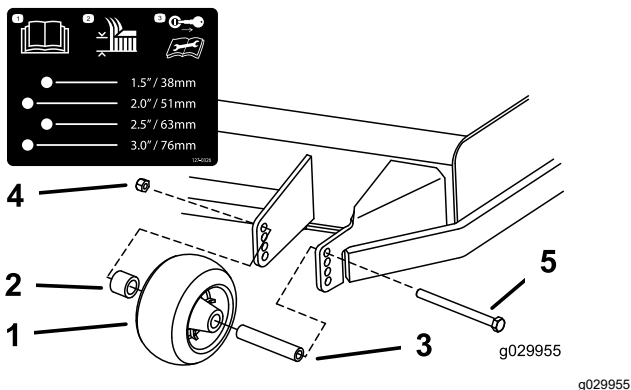
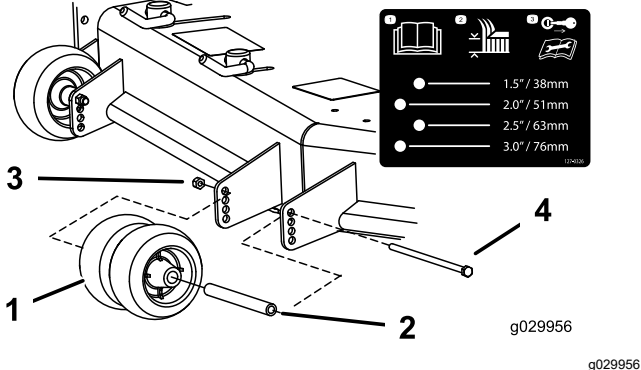
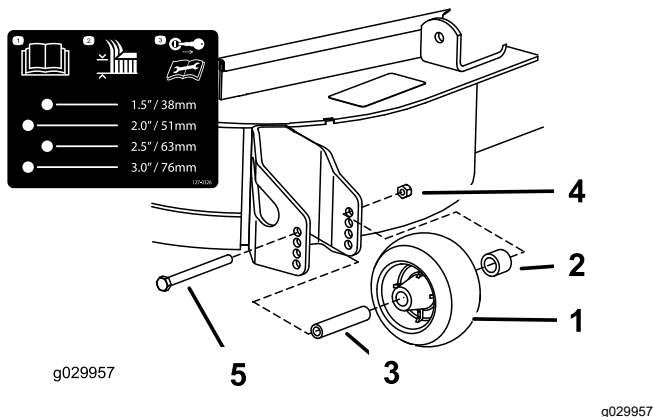

Figura 31
Figura 32
Figura 33
- Ajuste los rodillos protectores del césped según se muestra en Figura 31, Figura 32 y Figura 33.